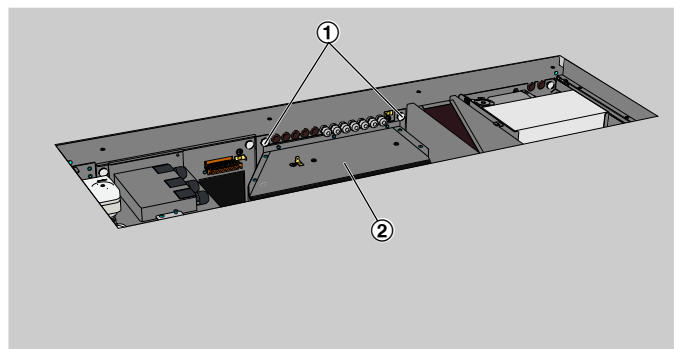

Abb. 28
7. ▶ Rändelschrauben (Abb. 28/1) herausschrauben und die Luftführung (Abb. 28/2) entnehmen.